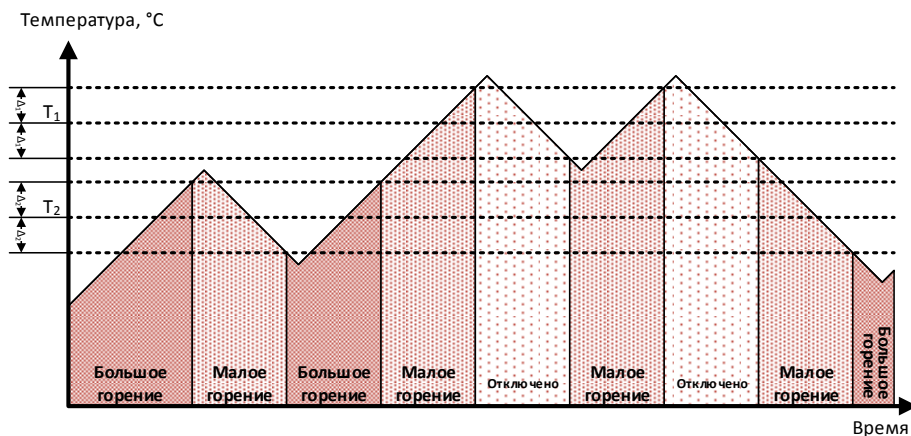

Рис. 5: Диаграмма работы регулятора температуры.
- Уставка малого горения — задание регулирование «Малое горение – Отключено» в °С. Порог T_1 из диаграммы регулятора (рисунок 5).